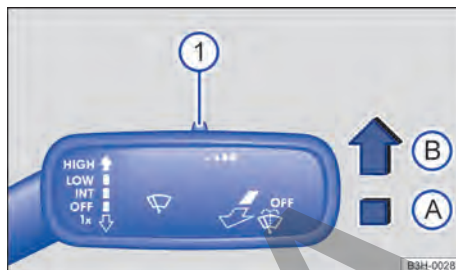

Fig. 74 A la derecha de la columna de dirección: palanca de los limpiaparabrisas.
Presionar la palanca a la posición deseada → fig. 74:
La sensibilidad del sensor de lluvia se puede regular manualmente con el interruptor en la palanca de los limpiaparabrisas → fig. 74 ① → ⚠.